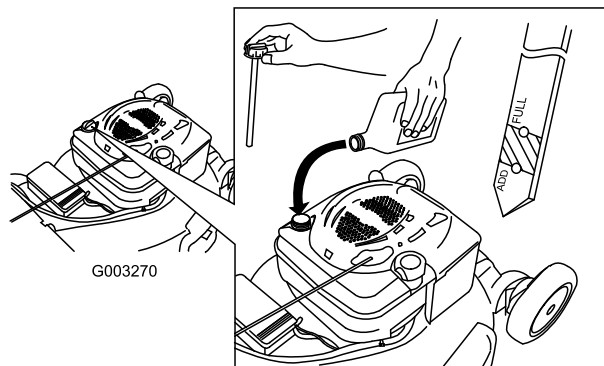

Figure 36
4. Versez de l'huile **lentement** dans le goulot de remplissage pour faire monter le niveau de liquide jusqu'au repère du plein (Full) sur la jauge (Figure 36). **Ne remplissez pas excessivement.**(Remplissage